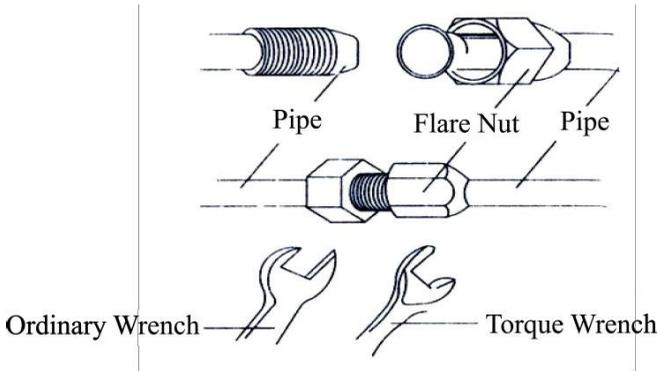

Fig.18
- b. Depois disso, aperte o parafuso com uma chave dinamométrica (como mostrado na Fig.18).